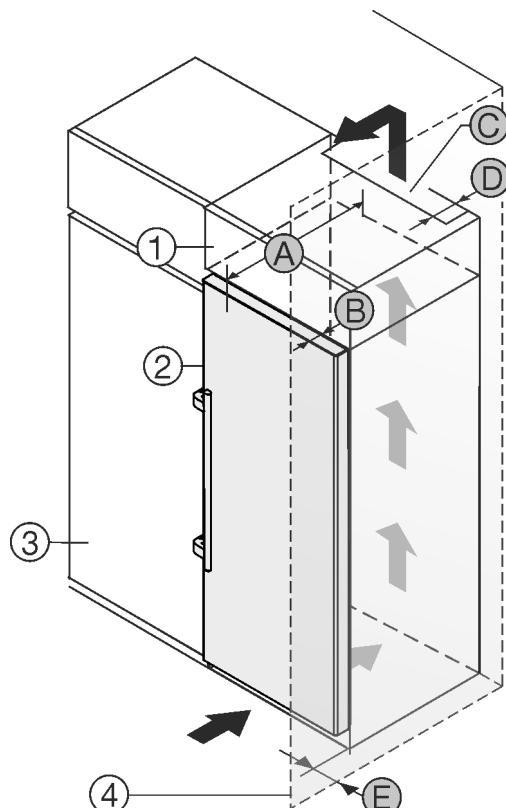

Fig. 24
Das Gerät kann mit Küchenschränken umbaut werden. Um das Gerät *Fig. 24 (2)* der Küchenzeilenhöhe anzulegen, kann über dem Gerät ein Aufsatzschrank *Fig. 24 (1)* angebracht werden.
Wird das Gerät direkt neben einem Küchenschrank *Fig. 24 (3)* aufgestellt, so ist ein Abstand von mind. 5cm zum Gerät notwendig. Um die Türe vollständig öffnen zu können, muss das Gerät um die Tiefe *Fig. 24 (B)* gegenüber der Küchenschrankfront vorstehen. Abhängig von der Tiefe der Küchenschränke und Verwendung von Wandabstandshaltern kann das Gerät weiter herausragen.
- An der Rückseite des Aufsatzschrankes muss ein Abluftschacht mit der Tiefe *Fig. 24 (D)* über die gesamte Aufsatzschrankbreite vorhanden sein.
- Unter der Raumdecke muss der Entlüftungsquerschnitt *Fig. 24 (C)* eingehalten werden.
Wenn das Gerät mit den Scharnieren neben einer Wand *Fig. 24 (4)* aufgestellt wird, muss der Abstand *Fig. 24 (E)* zwischen Gerät und Wand eingehalten werden. Dies entspricht dem Griffüberstand bei geöffneter Tür.